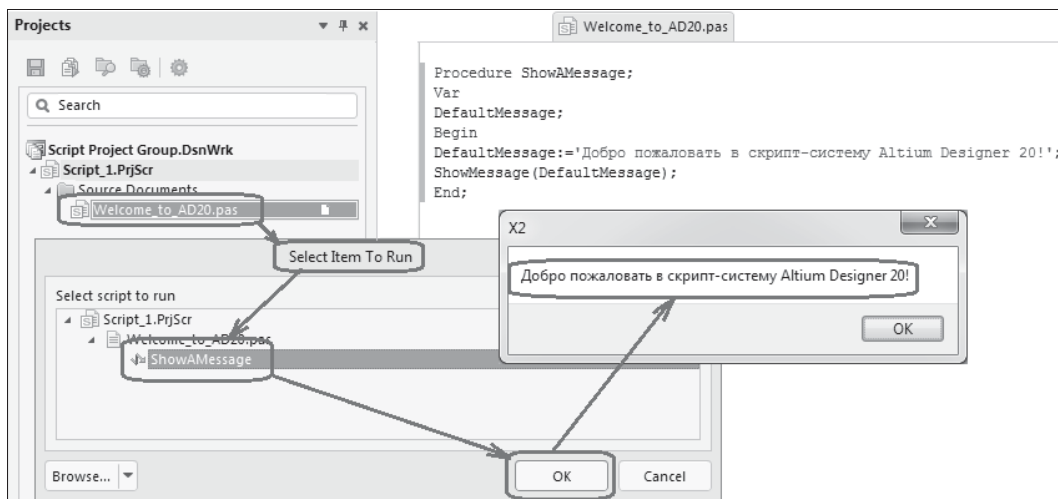

Рис. 14.3. Исполнение скрипт-единицы
5. Для исполнения скрипт-единицы (вывода на экран запрограммированного приветствия) — выполнить команду главного меню **File | Run Script**, после чего в диалоговом окне выбора единицы для исполнения **Select Item To Run** выбрать имя процедуры **ShowAMessage** (рис. 14.3).